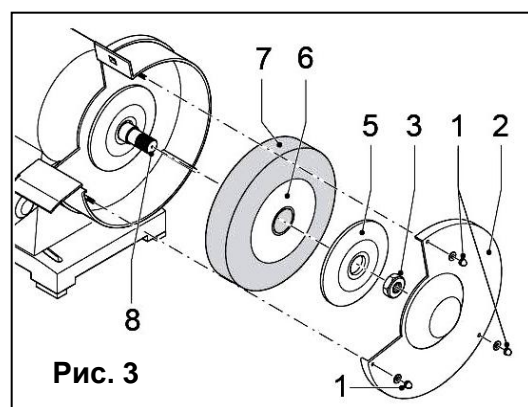

Рис. 3
#### Замена / установка шлифовального круга (Рис. 3)
- Открутите гайки фиксации защитного кожуха (1) (См. Рис. 3).
- Снимите защитный кожух (2).
- Открутите гайку (3) со шпинделя (8).
- Снимите со шпинделя внешний фланец (5), прокладку (6) и круг (7).
- Установите на шпиндель (8) новый круг.